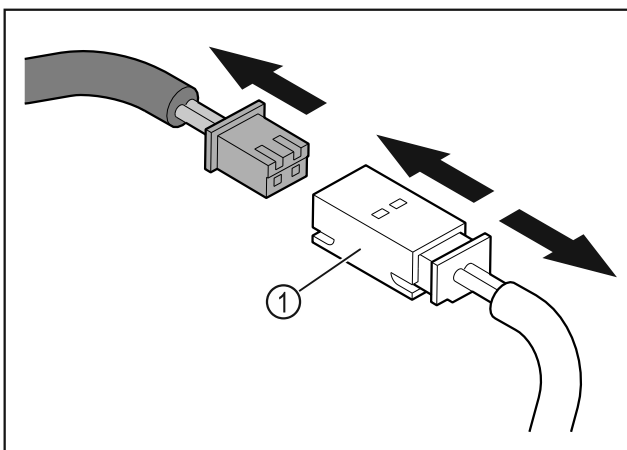

Fig. 13
- ▶ Odpojte zástrčku a zástrčkový spoj Fig. 13 (1).